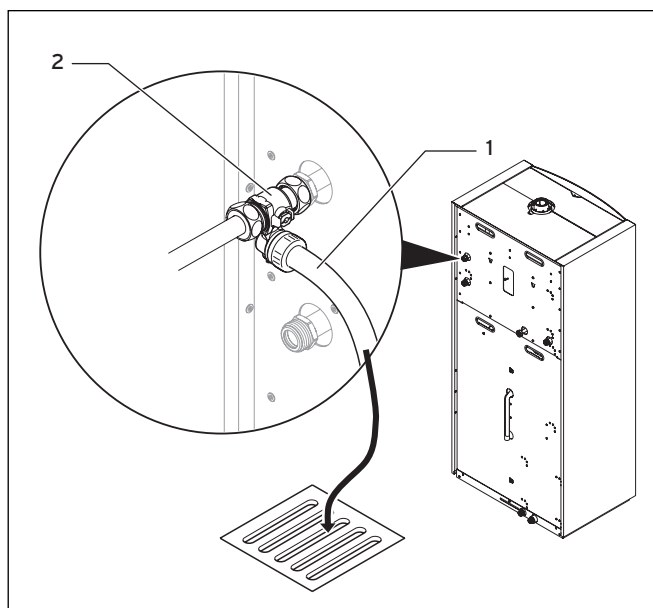

Abb. 7.15 Spülschlauch am Speichervorlauf anbringen
- Schließen Sie den Spülschlauch (1) an den Wartungshahn (2) am Speichervorlauf an (→ **Abb. 7.15**).